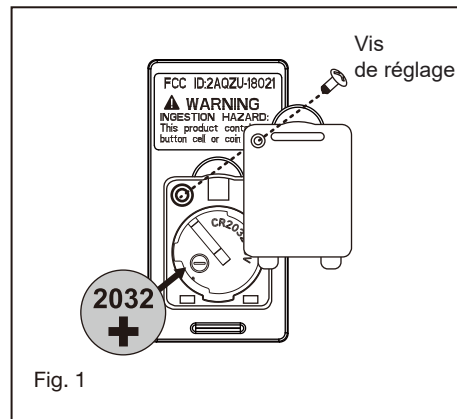

Fig. 1
- 1 Tout en maintenant le kit d'éclairage DEL sous le bloc-moteur du ventilateur, branchez les fils. (Fig. 1) Alignez les encoches du kit d'éclairage DEL avec les languettes de la plaque de montage. Fixez-le au ventilateur en tournant le kit d'éclairage DEL dans le sens horaire jusqu'à ce qu'il soit bien en place.
- 1 Sélectionnez un emplacement souhaité. Utilisez la plaque murale pour marquer l'emplacement des trous de montage. Des chevilles murales en plastique ou des vis de montage sont nécessaires pour cette application. (Fig. 1)
Retirez le panneau de l'émetteur, puis installez une pile 2032 (incluse). Vous devez utiliser un tournevis pour ouvrir ou fermer le couvercle de la batterie. Pour éviter d'endommager l'émetteur, retirez la batterie s'il n'est pas utilisé pendant de longues périodes (Fig. 1).